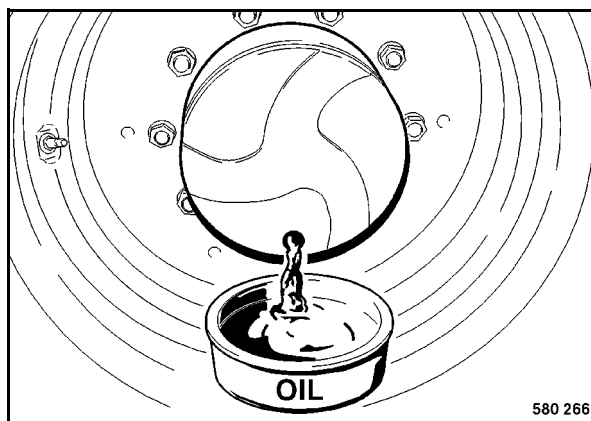

Fig. 136
- Colocar la rueda de accionamiento de forma que el tapón de cierre (Fig. 136) se encuentra en el punto más abajo.